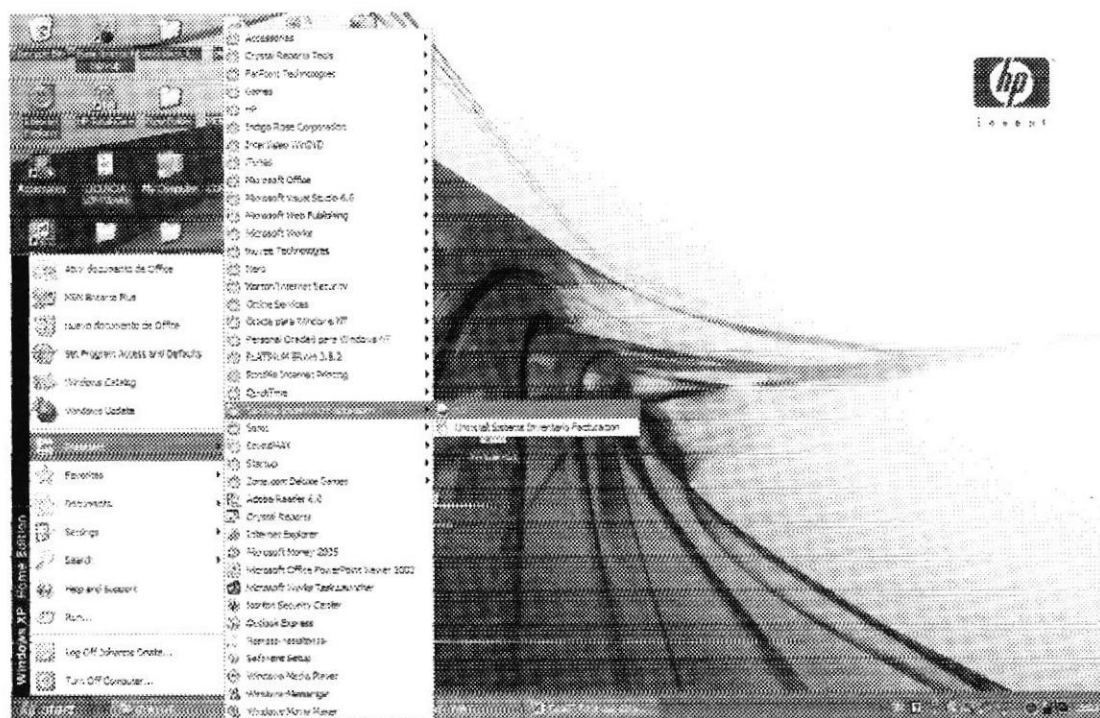

Figura 5.2. Ruta de Acceso para Ingresar al Sistema.
4. Para ingresar al Sistema debemos seguir la ruta que fue asignada en el momento que se realizó el proceso de instalación del sistema, que en este caso como se muestra en la figura 5.2.